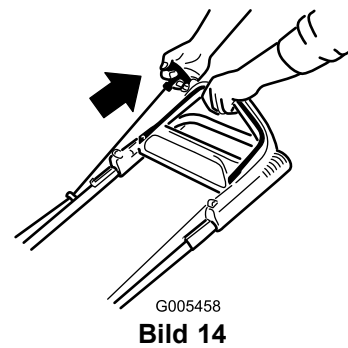
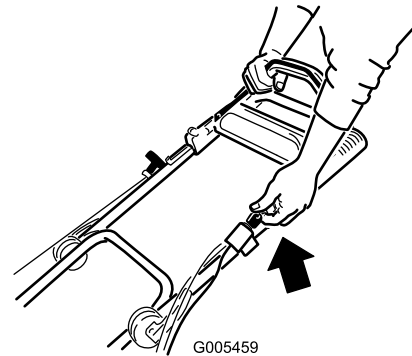

Bild 14
Bild 15
3. Ziehen Sie den Rücklaufstarter (Bild 14) oder drehen Sie den Zündschlüssel, siehe Bild 15 (nur Modell 20638).